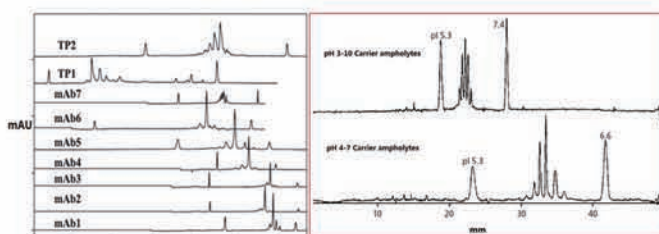
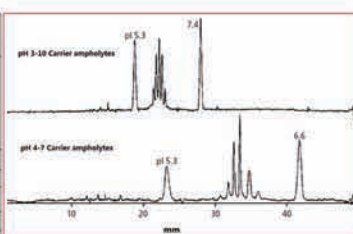

图7-1: 表征抗体药物和治疗性蛋白质药物的成分
图7-2: 表征人α绒毛膜促性腺激素单克隆抗体
**应用7: 蛋白质药物和抗体药物的质量控制和工艺研究:**cIEF-WCID 是蛋白质药物和抗体药物和工艺研究的强有力手段, (图7-1)表征了不同的抗体药物和治疗性蛋白质药物的成分, 为质控和工艺研究提供基础性研究数据。 (图7-2)显示了cIEF-WCID对人α绒毛膜促性腺激素单克隆抗体的质量控制, 较窄pH梯度的 ampholytes载体 (pH 4-7) 展示了超高的分辨率, 5个不同电荷均一性的蛋白能够被高效分离